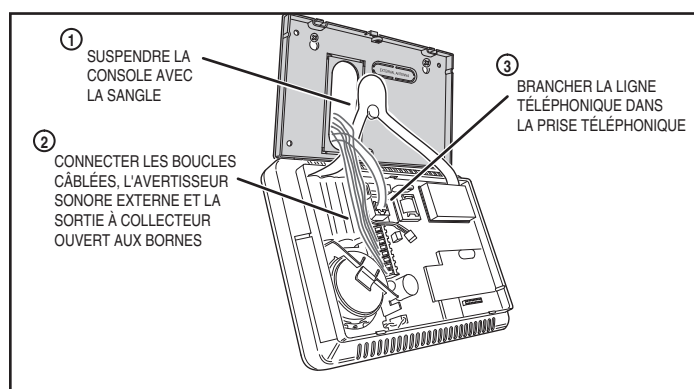

Figure 16. Montage du panneau de commande
1. Suspendez le panneau de commande à la plaque de montage en utilisant la sangle « troisième main » (voir figure 16).